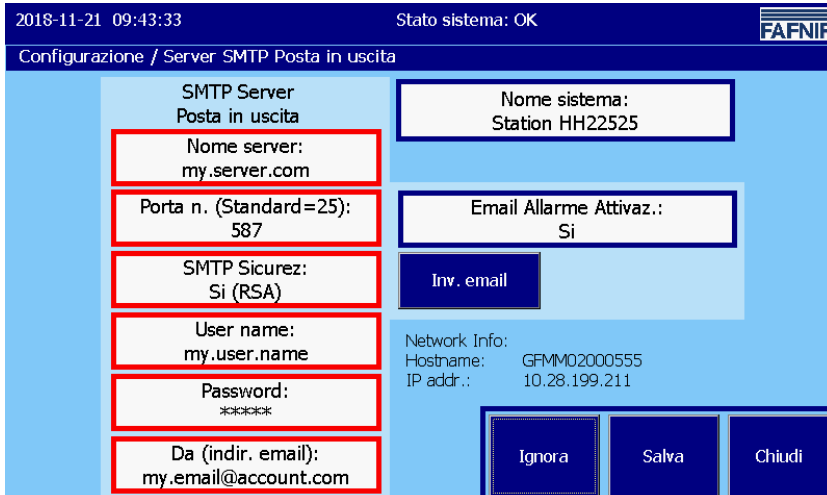

Figura 21: Server SMTP (posta in uscita)
2. Configurare il server SMTP (vedi figura 21):